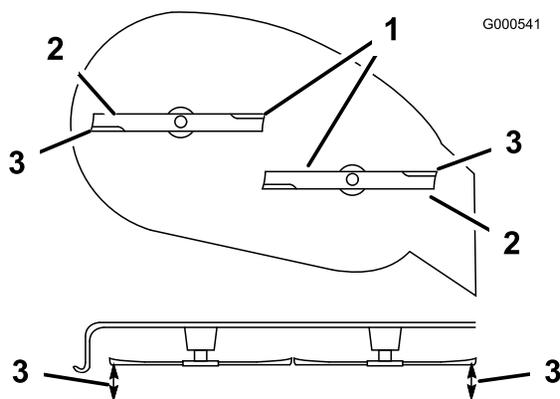

Figure 42
5. Tournez prudemment les lames pour qu'elles soient parallèles dans le sens transversal (Figure 42). Si les deux mesures diffèrent de plus de 5 mm, un réglage s'impose. Poursuivez la procédure.
6. Mesurez la distance entre les tranchants extérieurs et le sol plat (Figure 42). Si les deux mesures diffèrent de plus de 5 mm, un réglage s'impose. Poursuivez la procédure.